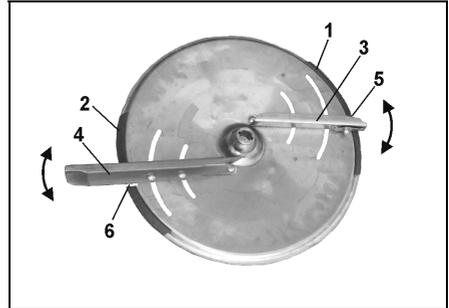

Fig. 25
Zur exakten, werkzeuglosen Einstellung der einzelnen Streuschaufelstellungen sind auf jeder Streuscheibe zwei unterschiedliche, unverwechselbare Skalen (Fig. 25/1 und Fig. 25/2) angeordnet.
Der kürzeren Streuschaufel (Fig. 25/3) ist die Skala (Fig. 25/1) mit den Werten von 5 bis 28 und der längeren Streuschaufel (Fig. 25/4) die Skala (Fig. 25/2) mit den Werten von 35 bis 55 zugeordnet.
Das Verschwenken der Streuschaufeln auf einen höheren Zahlenwert der Skala (Fig. 25/1 bzw. Fig. 25/2) bewirkt eine Vergrößerung der Arbeitsbreite.
- Den Skalenwert für die Schaufelstellung der **kurzen** Streuschaufel auf der Skala (Fig. 25/1) aufsuchen.
- Ablesekante (Fig. 25/5) der **kurzen** Schaufel (Fig. 25/3) auf den Skalenwert schwenken und **die Flügelmutter wieder fest anziehen**.
- Den Skalenwert für die Schaufelstellung der **langen** Streuschaufel auf der Skala (Fig. 25/2) aufsuchen.
- Ablesekante (Fig. 25/6) der **langen** Schaufel (Fig. 25/4) auf den Skalenwert schwenken und die Flügelmutter wieder fest anziehen.